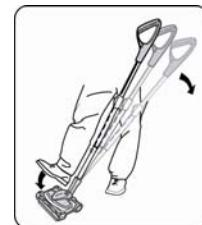

Fig. 9
3. Para ajustar el mango a una posición confortable, aplique suavemente presión en la parte superior del cabezal con su pie mientras tira del mango hacia atrás. (Fig. 9)